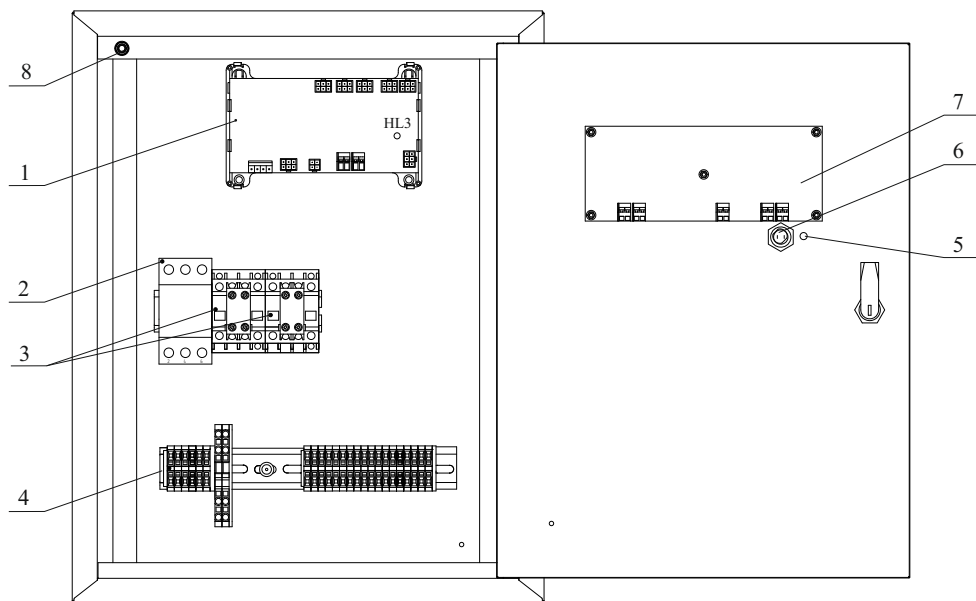

Рисунок 3 – Внутреннее устройство ШУ
1.5.3 Внутри корпуса (рисунок 3) размещены: